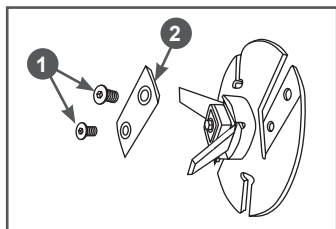

Рис. 21 Демонтаж плоского ножа
6. Открутите шестигранным ключом два винта 1 крепления плоского ножа 2, и снимите его (Рис. 21).